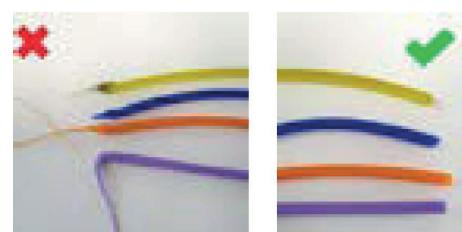

Fig. 22
- ⇒ Coupez l'extrémité du filament pour qu'il soit droit et ne présente pas de dommages, pliures ou zones fondues (Fig. 22).